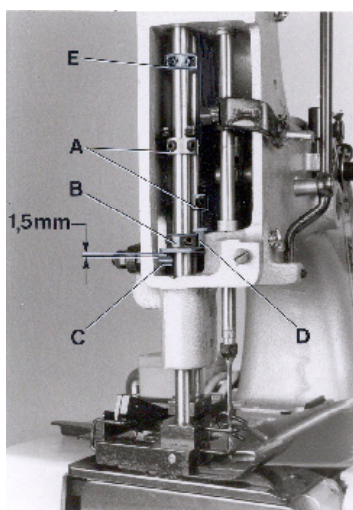
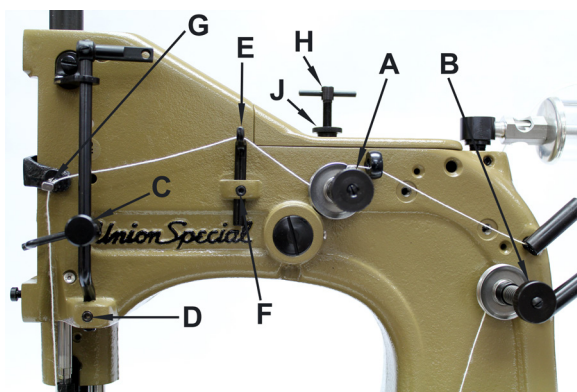

Fig. 11
Fig 12
Rotate the pulley until the feed dog is below the throat plate. Remove the face cover left on machine arm and turn out the T-screw (H, Fig. 12) on the top of the machine arm, until it does not exert any pressure on the leaf springs. In this position, the pressure exerted on the presser foot, should be just strong enough to keep it flat on the throat plate. By relocating the collars (A, Fig. 11), which serve as a leaf spring rest, on the left and right presser bar, the pressure can be changed. Raising the collars increases the pressure, lowering the collars decreases the pressure.
Set the presser bar lifter collar (B, Fig. 11) on the left presser bar so, that there is a distance of approx. 1.5 mm (1/16") between lifter lever stud (C) and lower surface of the lifter collar (B), when the presser foot rests on the throat plate (see Fig. 11). Set the collar (D) on the right presser bar close to the fork of the presser bar lifter collar (C) on the left presser bar.
Drehen Sie an der Riemenscheibe bis der Transporteur unter der Stichplatte steht. Entfernen Sie den Stirndeckel links am Maschinenarm und drehen Sie die Knebelschraube (H, Fig. 12) oben auf dem Maschinenarm soweit heraus, daß sie nicht mehr auf die Blattfedern drückt. In dieser Stellung soll der Druck auf den Drückfuß gerade noch so stark sein, daß er auf der Stichplatte aufliegt. Durch Verstellen der als Blattfederauflage dienenden Stellringe (A, Fig. 11) auf der linken und rechten Drückfußstange kann der Druck verändert werden. Verstellen der Stellringe nach oben verstärkt, verstellen nach unten verringert den Druck.
Stellen Sie den Drückfußstangen-Lifterstellring (B, Fig. 11) auf der linken Drückfußstange so ein, daß zwischen Lifterhebelbolzen (C) und Unterseite Stellring (B) ein Abstand von etwa 1,5 mm ist, wenn der Drückfuß auf der Stichplatte aufliegt (siehe Fig. 11). Stellen Sie den Stellring (D) auf der rechten Drückfußstange so, daß er an der Gabel des Drückfußstangen-Lifterstellrings (B) auf der linken Drückfußstange anliegt.
On styles 80800TLN and TALN set the collar (D, Fig. 11) on the right presser bar approx. 2.5 mm (7/64") above the fork of the presser bar lifter collar (B). This effects, when lifting the presser foot, that the left presser foot part is lifted first by approx. 2.5 mm (7/64"), before the right presser foot part will lift too.
The presser foot lift is limited with the upper stop collar (E, Fig. 11) on the left presser bar. When the needle is in its lowest position and the presser foot is lifted with presser foot bottom tilted up, the needle bar respectively needle clamp nut should not contact the presser foot bottom. Set collar (E) accordingly.
Now turn in T-screw (H, Fig. 12) until the necessary presser foot pressure for proper feeding is exerted (determine by sewing tests). Secure this setting with the knurled nut (J), which simultaneously fastens the upper arm cover. Remount the face cover.
The tension (A, Fig. 12) on the needle thread should be fairly strong to produce uniform stitches. On the two thread double locked stitch styles the tension (B) on the looper thread should be barely sufficient to steady it.
On the two thread double locked stitch styles 80800RN, RLN, RLMN, TLN, TALN, UN, UAN, ULN and UALN, the height of the needle thread take-up roller (C, Fig. 12) is set so, that the needle thread on the downstroke of the needle just contacts the roll at the time the needle thread loop is released from the looper. Loosen screw (D) and set the needle thread take-up roller accordingly. Retighten screw (D).
Bei den Maschinen 80800TLN und TALN stellen Sie den Stellring (D, Fig. 11) auf der rechten Drückfußstange etwa 2,5 mm über die Gabel des Drückfußstangenlifter-Stellrings (B). Dadurch wird beim Liften des Drückfußes zuerst das linke Drückfußteil etwa 2,5 mm angehoben bevor das rechte Drückfußteil mit anhebt.
Der Hub des Drückfußes wird mit dem Anschlag-Stellring (E, Fig. 11) oben auf der linken Drückfußstange begrenzt. Wenn die Nadel in der untersten Stellung ist und der Drückfuß mit dem Drückfuß-Lifterhebel angehoben und die Drückfußsohle nach oben gekippt wird, darf die Nadelstange bzw. Nadelstangenmutter die Drückfußsohle nicht berühren. Stellen Sie den Stellring (E) entsprechend ein.
Nun drehen Sie die Knebelschraube (H, Fig. 12) so weit ein, daß der zum einwandfreien Transport notwendige Drückfußdruck erzeugt wird (durch Nähversuche ermitteln). Sichern Sie diese Einstellung mit der Rändel-Kontermutter (J), mit der gleichzeitig der obere Armdeckel befestigt wird. Montieren Sie den Stirndeckel wieder.
Die Spannung (A, Fig. 12) auf den Nadelfaden soll so stark sein, daß eine gleichmäßige Stichbildung erreicht wird. Bei den Zweifaden-Doppelkettenstichmaschinen soll die Spannung (B) auf den Greiferfaden ganz gering sein, so daß der Faden gleichmäßig gleitet.
Bei den Zweifaden-Doppelkettenstichmaschinen 80800RN, RLN, RLMN, TLN, TALN, UN, UAN, ULN und UALN wird die Höhe der Nadelfadenabzugsrolle (C, Fig. 12) so eingestellt, daß der Nadelfaden beim Niedergehen der Nadel, die Rolle zu dem Zeitpunkt gerade berührt, wenn die Nadelfadenschlinge vom Greifer freigegeben wird. Lösen Sie die Schraube (D) und stellen Sie die Nadelfadenabzugsrolle (C) entsprechend ein. Ziehen Sie die Schraube (D) wieder an.
On all styles the eyelet (E, Fig. 12) should be positioned so, that the needle thread runs nearly horizontal, parallel to cloth plate, between eyelet (G) on needle bar connection and eyelet (E) on machine arm, when the needle is in its upmost position. Eyelet (E) is secured by screw (F).
Bei allen Maschinen wird die Fadenführung (E, Fig. 12) so eingestellt, daß der Nadelfaden zwischen der Fadenführung (G) am Nadelstangenmitnehmer und der Fadenführung (E) am Maschinenarm etwa waagrecht, parallel zur Stoffplatte verläuft, wenn die Nadel in der obersten Stellung ist. Die Fadenführung (E) wird mit der Schraube (F) befestigt.